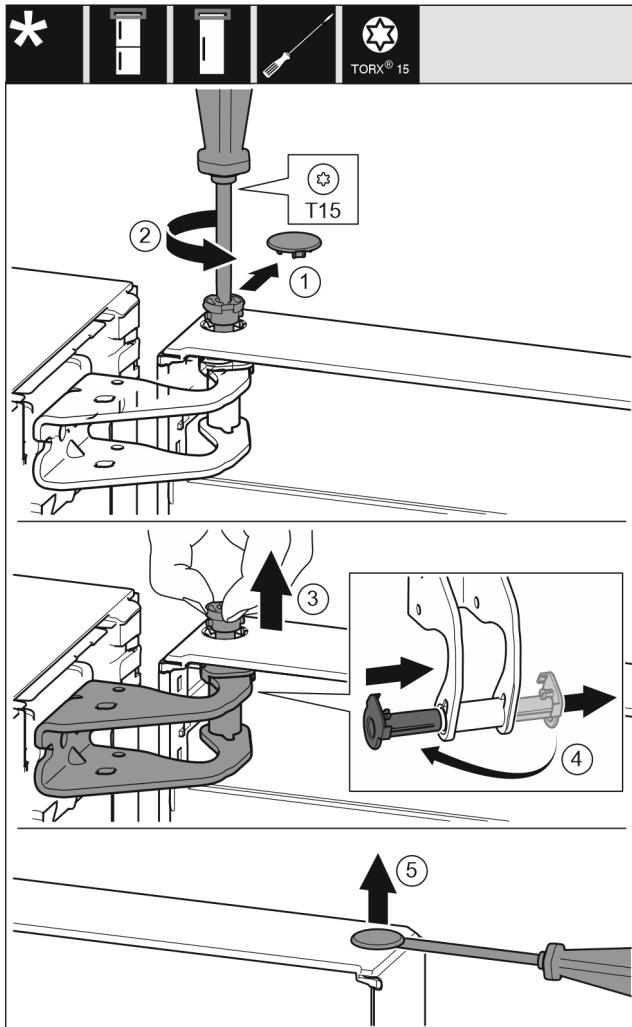

Fig. 9
- Bezpečnostní kryt opatrně stáhněte. Fig. 9 (1)
- Šroubovákem T15 o kousek vyšrouobujte čep. Fig. 9 (2)
- Dveře podržte a čep vytáhněte prsty. Fig. 9 (3)
- Vytáhněte ložiskové pouzdro z vedení. Vložte z druhé strany a zaklapněte. Fig. 9 (4)
- Plochým šroubovákem opatrně nadzvedněte zátku z ložiskového pouzdra dveří a vytáhněte ji. Fig. 9 (5)